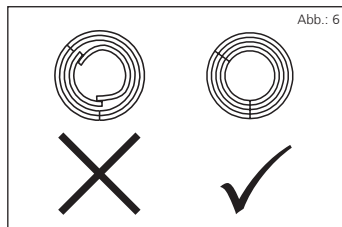

Abb.: 6
- Die Segmentringe dürfen sich bei der Montage nicht überlappen (siehe Abb.: 6).